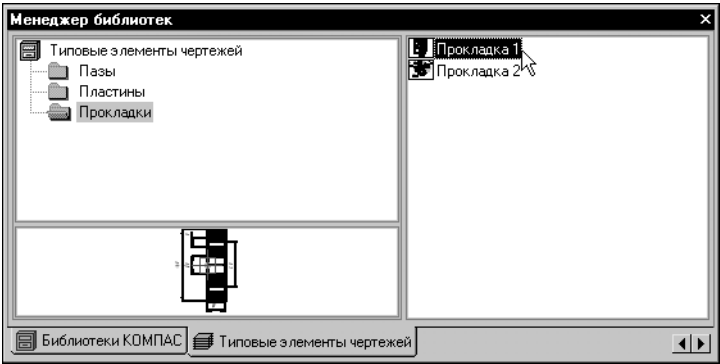

Рис. 65.24. Выбор библиотечного элемента
2. Активизируйте вкладку с именем библиотеки (рис. 65.24).
3. Откройте папку *Прокладки* в дереве папок (рис. 65.24). Щелкните дважды по фрагменту *Прокладка 1*.